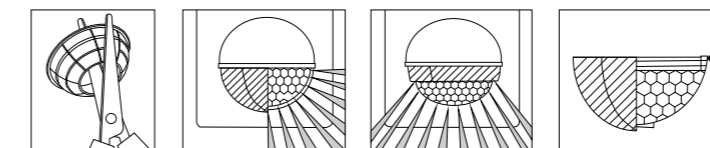

Abb. 9
- Stecken Sie die Abdeckung in den umlaufenden Schlitz am Sensorkopf. Die Position kann angepasst werden, indem die Abdeckung im Schlitz verschoben wird (Abb. 9).